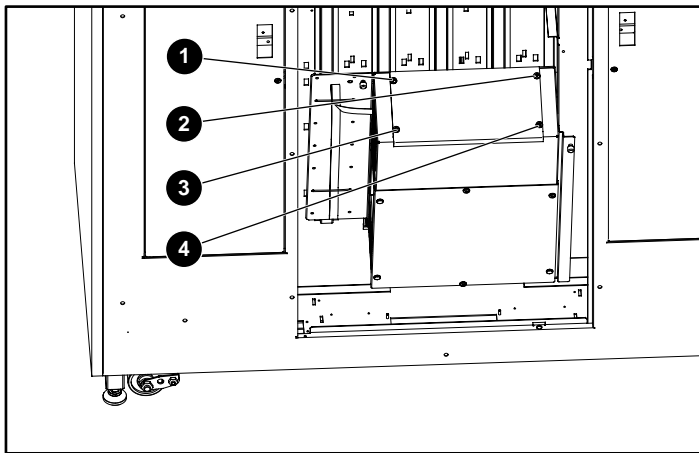

図3: トップカバーを取り外す
- ① 固定ネジ
- ② トップカバー
- ③ 電子ベイ
- ④ 固定ネジ
5. トップカバーの各隅から4本のネジを取り外し（図3を参照）カバーを取り外します。